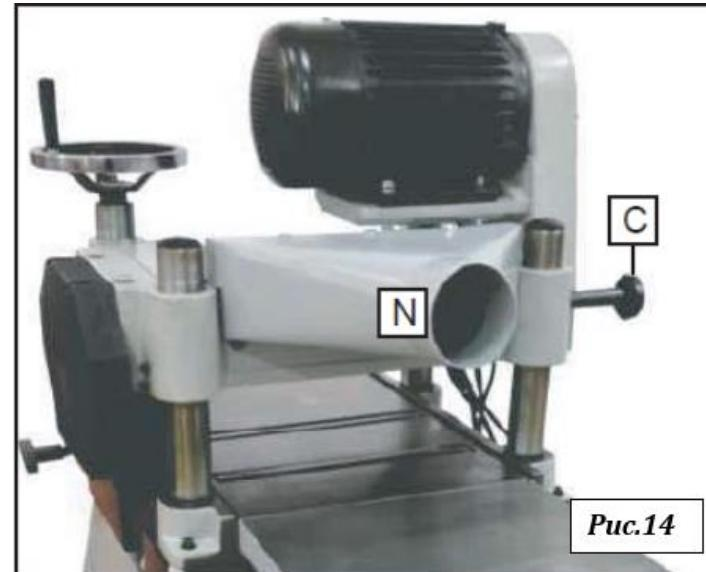
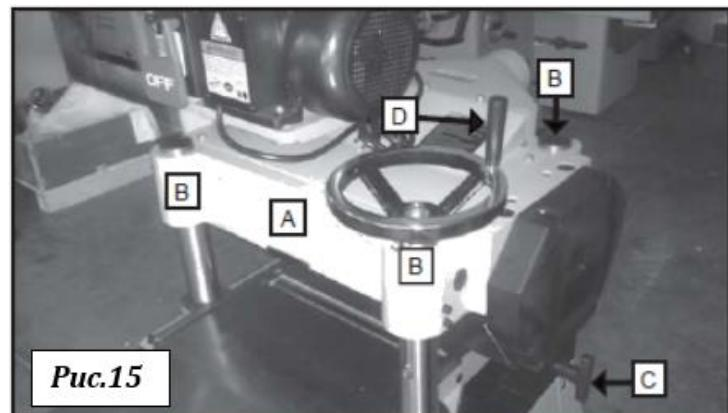

Рис.14
Рис.15
Патрубок (N) аспирации, рис. 14, крепится к станку. Не допускается эксплуатации станка без закреплённого на нём патрубке аспирации. Можно подсоединить стандартный гибкий шланг для отсоса опилок диаметром 4 дюйма (101,6 мм) непосредственно к патрубку для обеспечения оптимального сбора стружки и опилок.
Глубина резания на станке регулируется подъёмом или опусканием узла головки (A), рис. 15, в котором имеется режущий вал и подающие ролики. Узел головки (A) перемещается на четырёх колоннах, три из которых показаны на позиции (B). Для выполнения регулировки ослабить два фиксатора узла головки, один из которых показан на позиции (C), рис. 14, и вращать маховичок (D) подъёма узла головки. При вращении маховичка (D) по часовой стрелке узел головки поднимается, при вращении этого маховичка против часовой стрелки узел головки опускается. Узел головки закрепляется фиксаторами (C).